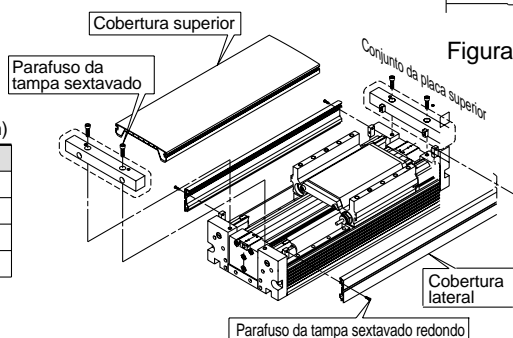

Figura 2. Instalação e remoção da cobertura
2. Quando o ajuste descrito em 1 não é suficiente, pode ajustar o amortecedor hidráulico. Retire as coberturas como mostra a Figura 2 e faça outro ajuste desapertando a porca sextavada.